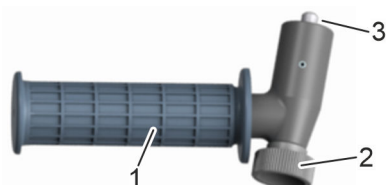

Рис. 10: Регулировка держателя
2. ➤ Убедиться, что держатель закреплен в месте соединения (Рис. 10/3) с универсальным гидравлическим гайковертом и соединен с универсальным гидравлическим гайковертом.
3. ➔ Отрегулировать держатель (Рис. 10/1). Для этого отпустить колесико (Рис. 10/2), повернуть держатель в нужное положение и затянуть колесико.